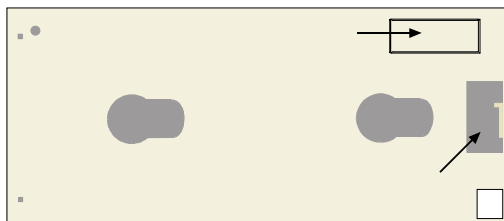

Figura 3 - Parte inferior del Transmisor puntual (se ha extraído la etiqueta de identificación para poder mostrar los detalles)
- extraiga la lengüeta del Tamper de pared de la parte inferior del Transmisor puntual (vea la Figura 3) con un destornillador pequeño.